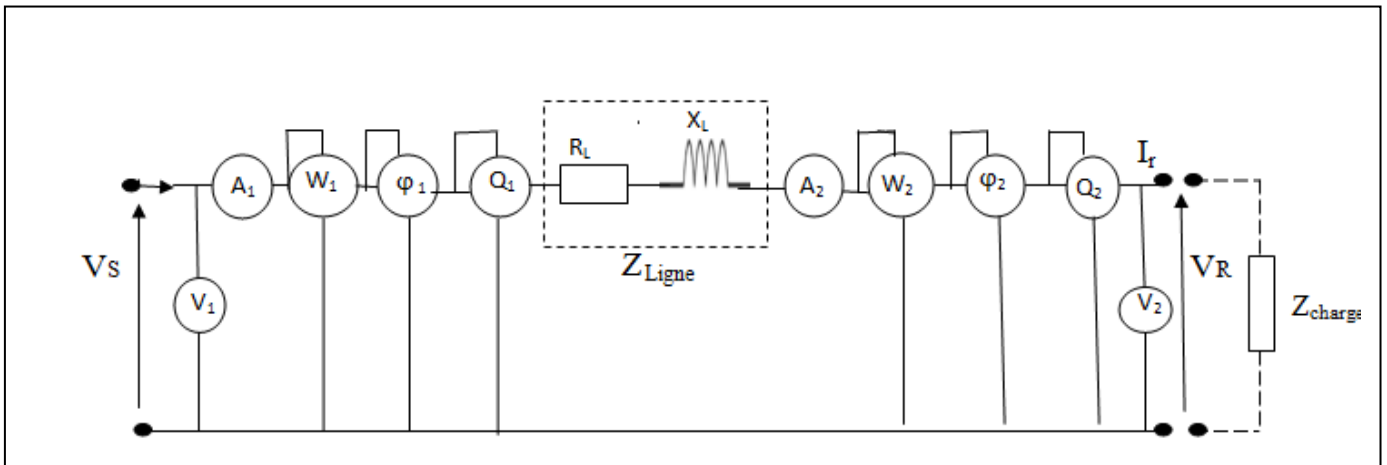

Figure TP.2.2
**II.2.3. Charge RC** : Réaliser le montage de la Figure.TP 2.2, le récepteur c'est une charge RC en série :